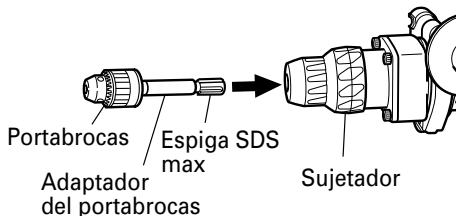

Fig. 14
- (1) Cambio a "rotación + martilleo"
- (2) Fijación del adaptador para portabarreras al portabarreras (Fig. 14)